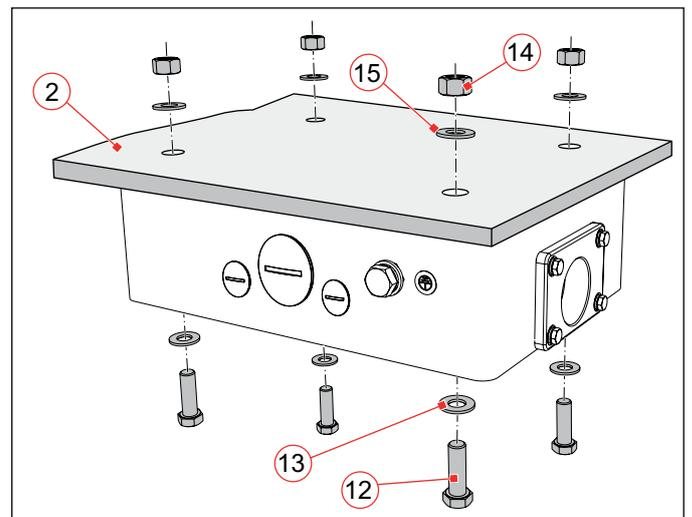

Abb. 32: Gehäuse des Abzweigkastens an Befestigungstraverse (2) anschrauben
- ▶ 4 Sechskantschrauben M10 (**Abb. 32/12**) inkl. Schraubensicherungselementen (13) von unten durch die Befestigungsbohrungen im Inneren des Abzweigkastens stecken.
- ▶ Dann den Abzweigkasten mit Muttern M10 (14) inkl. Schraubensicherungselementen (15) an der vorbereiteten Befestigungstraverse (2) festschrauben.